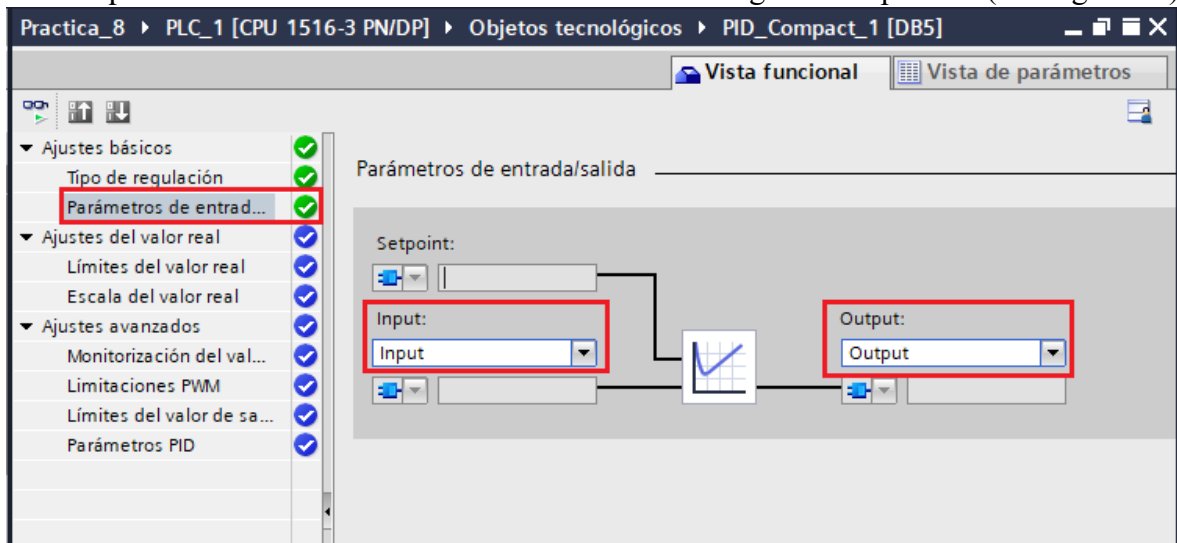

Figura 39. Configuración parámetros PID.
- En la pestaña “Parámetros de entrada” seleccionar las siguientes opciones (ver Figura 39).